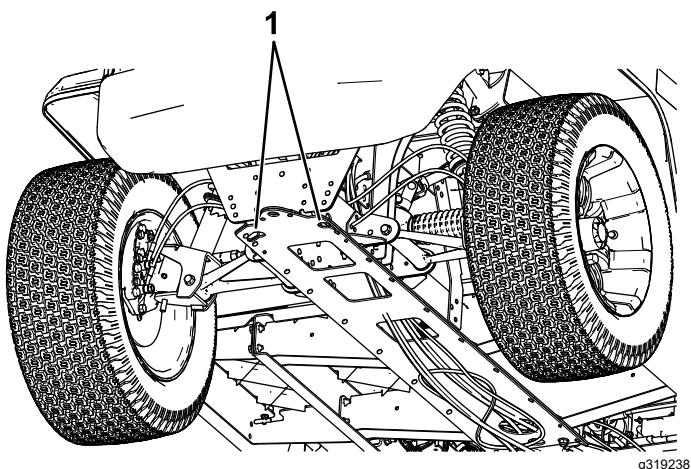
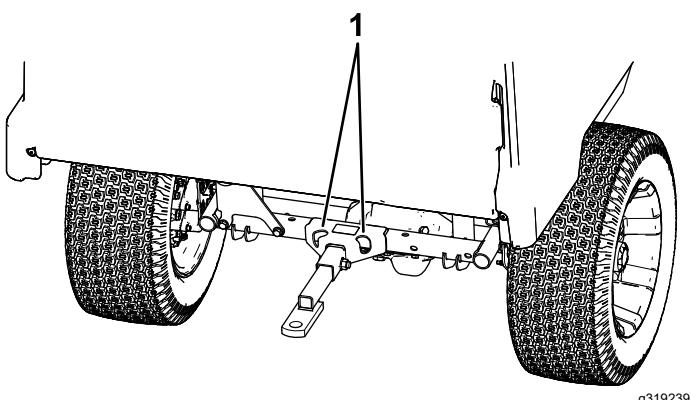

Figura 24
Figura 25
Vedere Figura 24 e Figura 25 per conoscere la posizione dei punti di attacco sulla macchina.
2. Fissate una fune di traino al timone sulla parte anteriore del telaio della macchina (Figura 24).